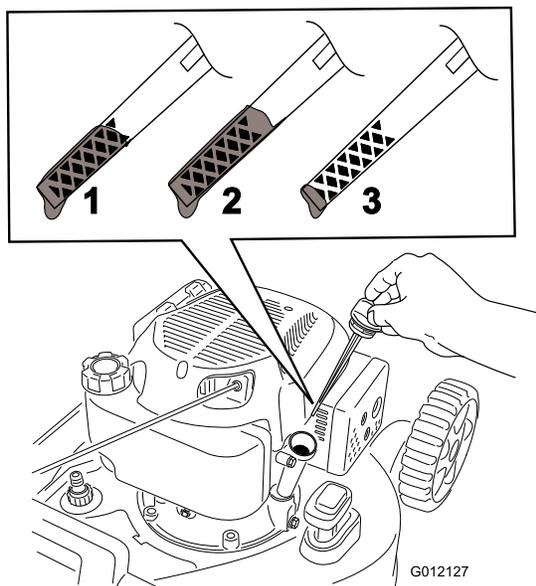

Bild 5
2. Ziehen Sie den Peilstab heraus (Bild 5).
3. Gießen Sie **langsam** etwas Öl in das Füllloch, warten Sie ein paar Minuten und prüfen Sie den Ölstand am Ölpeilstab, wischen Sie den Peilstab ab und setzen Sie die den Ölfülldeckel in das Loch, **schrauben Sie ihn nicht ein** (Bild 5).
Hinweis: Füllen Sie das Getriebe mit Öl, bis der Peilstab angibt, dass der Ölstand richtig ist, wie in Bild 5 dargestellt. Wenn Sie zu viel Öl in den Motor füllen, lassen Sie etwas Öl ab, siehe Wechseln des Motoröls“.